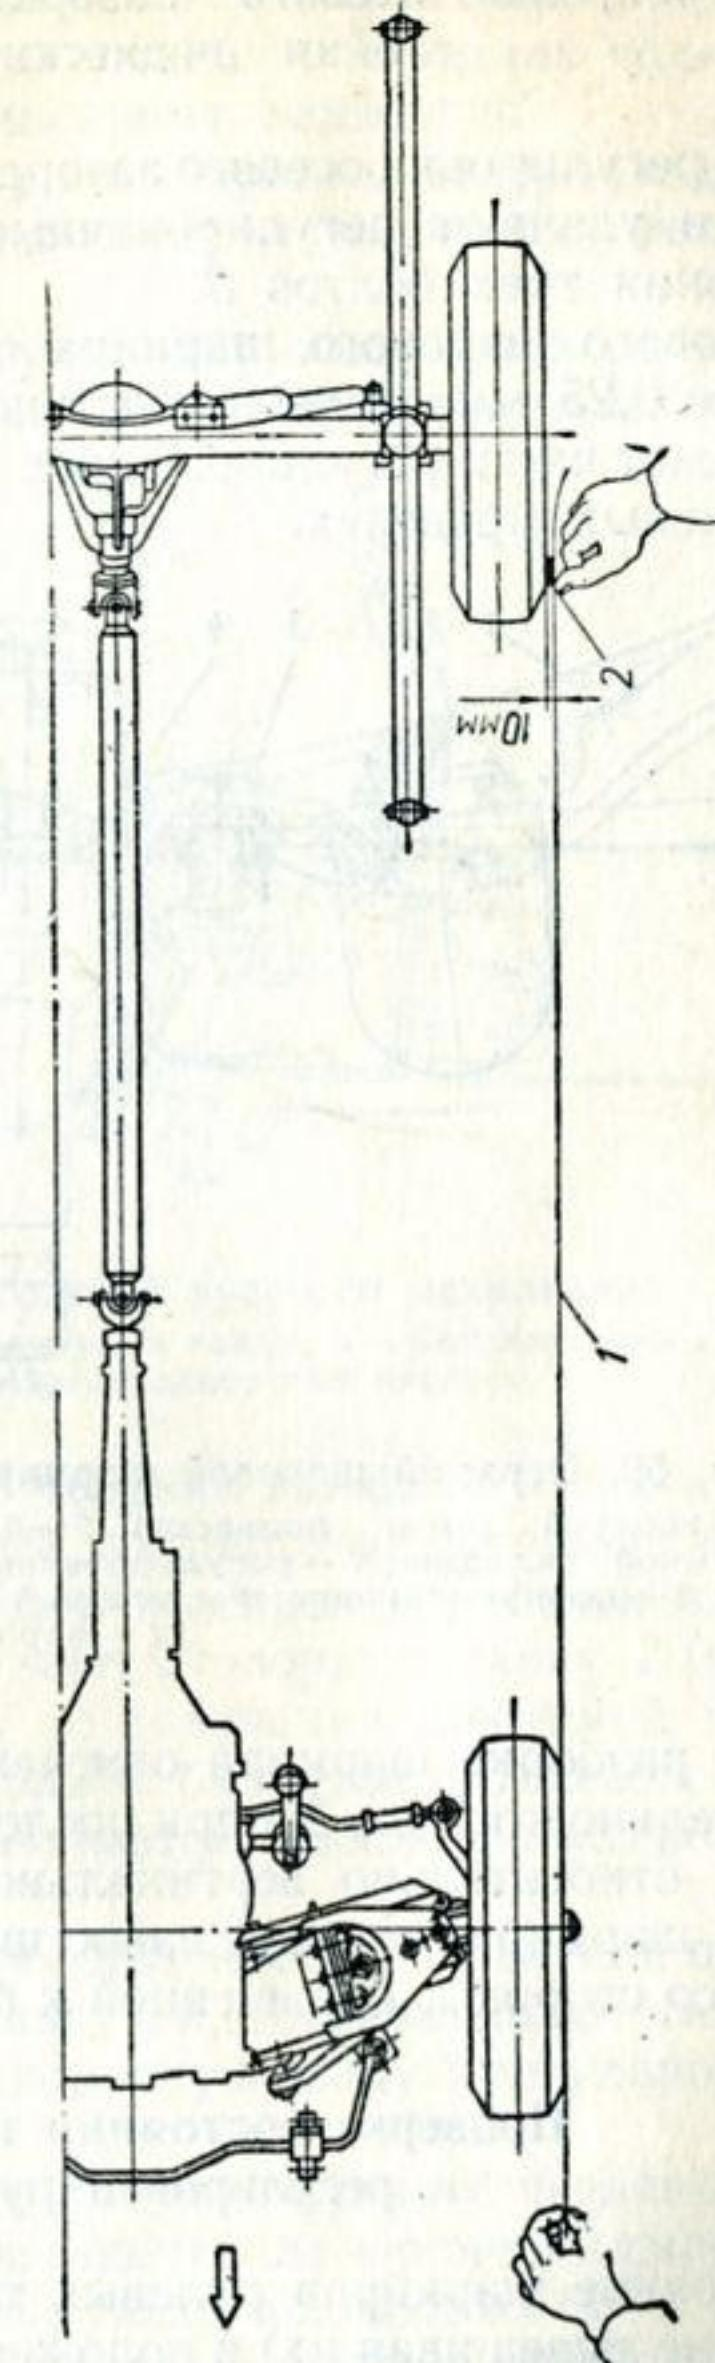

Рис. 49. Проверка правильности установки левого переднего колеса:
2. Проверяют правильность установки левого колеса для прямолинейного движения при помощи шнура 1 (рис. 49), натянутого от шины заднего левого колеса до шины левого переднего колеса на высоте немного ниже центров. При этом шнур должен пройти вплотную под колпачком спицы переднего колеса (при снятом декоративном колпаке колеса). Учитывая различие колеи передних и задних колес, а также схождение последних, подкладывают между шнуром и передней частью боковины шины заднего колеса пластину 2 толщиной 10 мм.